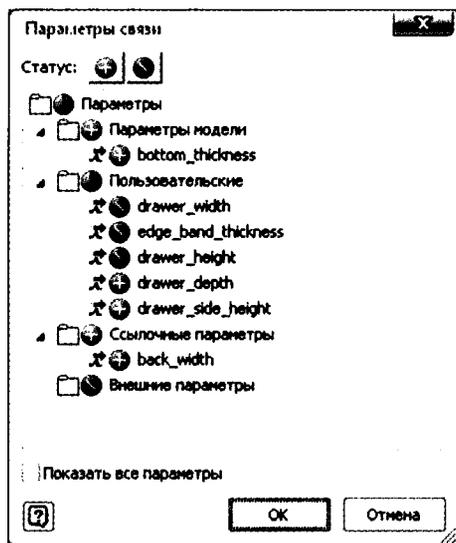

Рис. 15.5. Выбор параметров для связи с активной деталью
11. Уберите галочку **Показать все параметры**, затем щелкните параметры `drawer_depth`, `drawer_side_height`, `back_width` и `bottom_thickness` (см. рис. 15.5). Потом нажмите **ОК** в этом диалоговом окне.